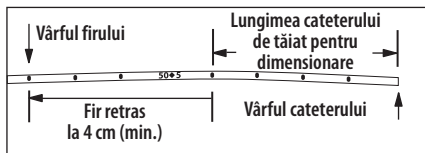

Figura 2
8. Retrageți firul de amplasare/stiletul de rigidizare prin sept pentru a retracta firul pe o distanță de minimum 4 cm în spatele locului de tăiere a cateterului (consultați Figura 2).